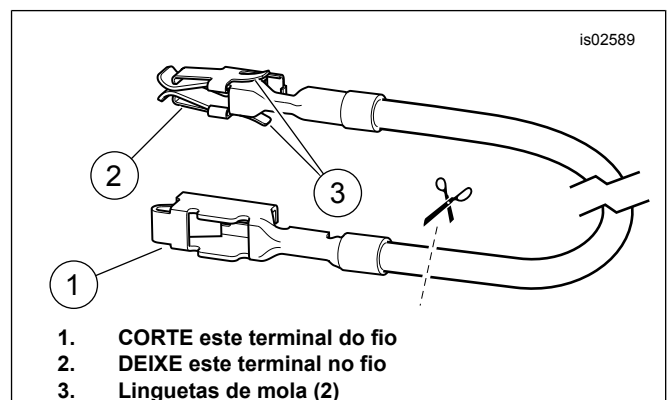

Figura 7. Fio adaptador do bloco de fusíveis (Dyna e Softail)
3. Veja Figura 16. Pegue o fio adaptador laranja/branco do bloco de fusíveis (15) do kit. Observe o terminal em cada extremidade (Veja a figura 7.). Somente o terminal com linguetas de mola cabe neste bloco de fusíveis. Corte cuidadosamente o terminal não usado do fio e descarte-o.
3. Veja Figura 16. Pegue o fio laranja/branco adaptador do bloco de fusíveis (15) do kit. Observe o terminal em cada extremidade (veja Figura 7). Somente o terminal com linguetas de mola cabe neste bloco de fusíveis. Corte cuidadosamente o terminal não usado do fio e descarte-o.